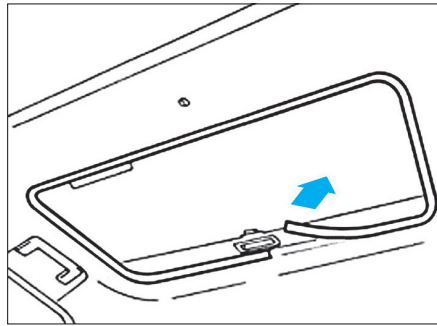

FIG. 62
- Déposer le joint intérieur (Fig.62).